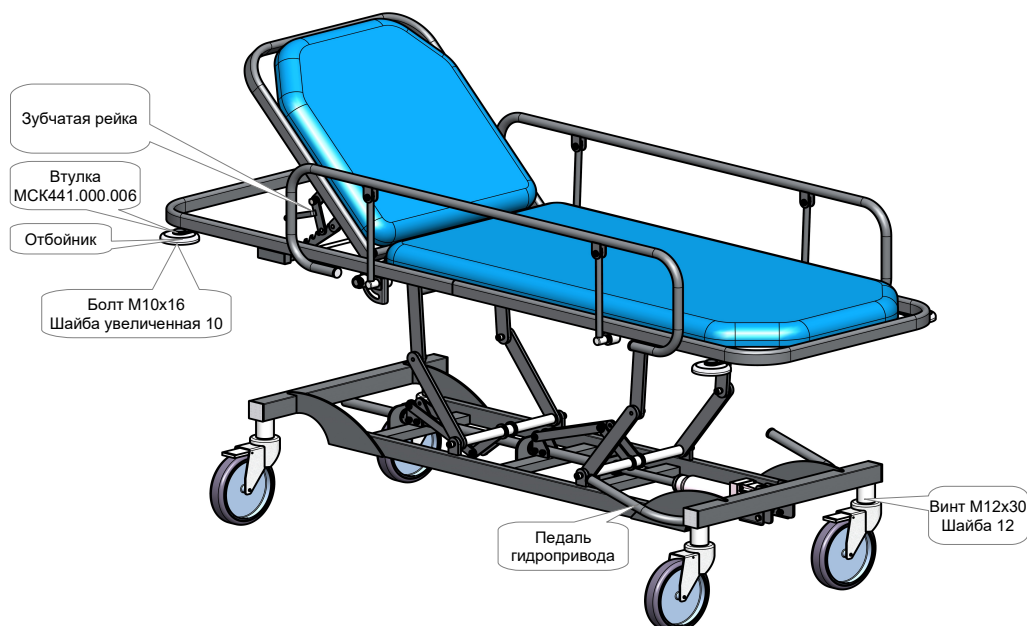

Рисунок 1 — тележка внутрикорпусная ТПБв-01- «МСК» (МСК-440).
1. Прикрепить колеса к основанию тележки с помощью винтов М12х30, шайб 12 (рис.1).
2. Прикрепить отбойники с помощью втулок МСК441.000.006, шайб увеличенных 10 и болтов М10х16 (рис.1).